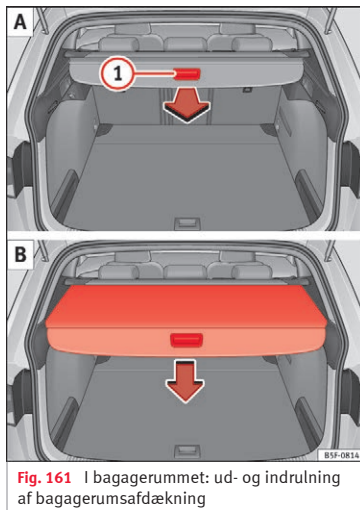

Fig. 161 I bagagerummet: ud- og indrulning af bagagerumsafdækning
- Rul bagagerumsafdækningen ud ved at trække jævnt i grebet »» **Fig. 161** ① **A**, indtil det kan høres, at den går i hak.
- Tryk grebet til bagagerumsafdækningen i pilens retning, indtil det frigøres »» **Fig. 161** **B**.